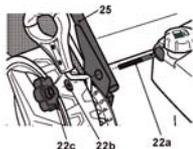

Fig. 3
- Fixer la poignée inférieure (25) sur le support de poignée (20) avec les kits de montage (22) (Fig. 3).